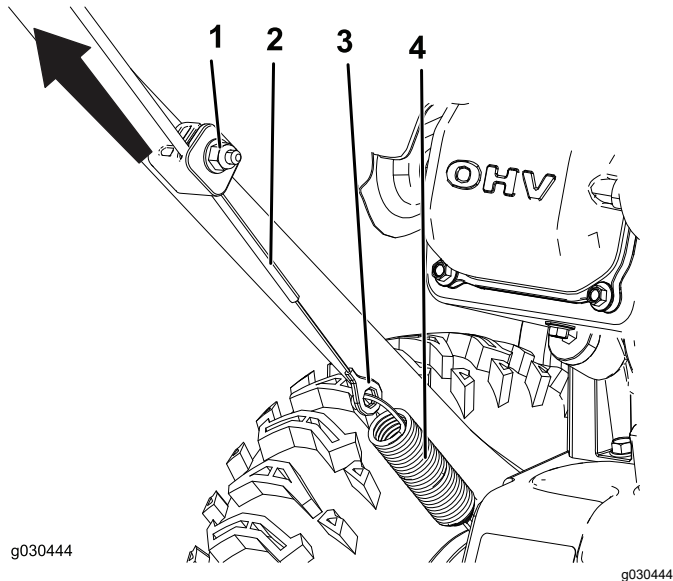

Figura 26
1. Afloje la tuerca de la abrazadera inferior del cable, pero no la retire (Figura 26).
2. Tire hacia arriba del cable para eliminar parte de la holgura (Figura 26).
3. Sujete el cable y apriete la tuerca (Figura 26).